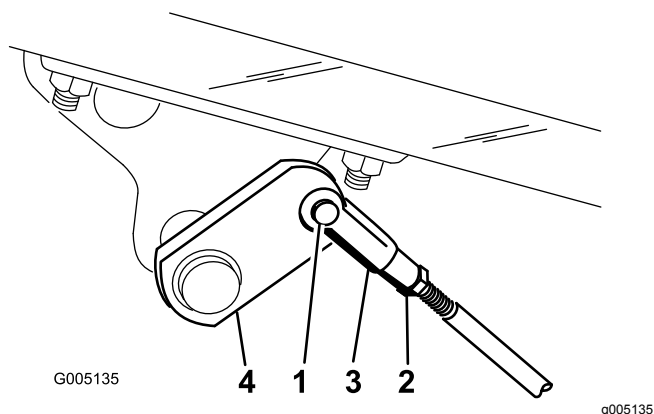

Figure 56
2. Si les freins ne se bloquent pas uniformément, désaccouplez les tiges de frein en retirant la goupille fendue et l'axe de chape (Figure 56).
3. Desserrez l'écrou de blocage et réglez la chape comme il convient (Figure 56).
4. Montez la chape sur l'arbre de frein (Figure 56).